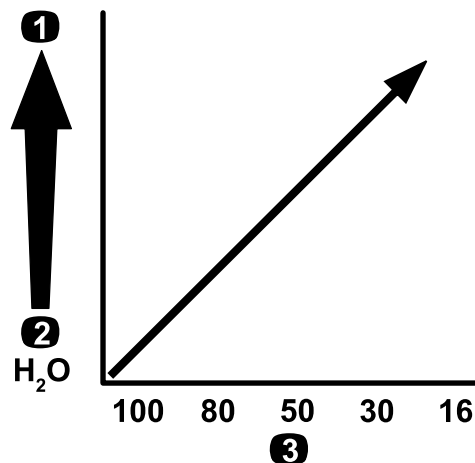

Figura 78
**Importante:** Cuando se fumiga con productos químicos de mayor viscosidad (más espesos) o soluciones de polvo humedecible, puede ser necesario utilizar una malla de filtro más gruesa para el filtro de presión opcional; consulte la Figura 78.